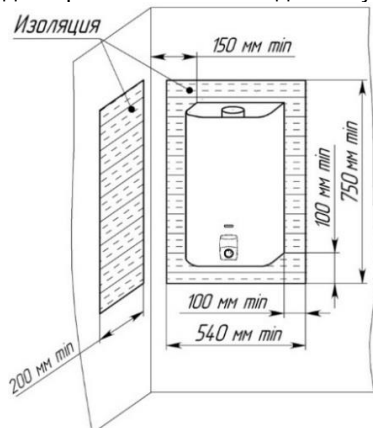

Рисунок 4. Установка водонагревателя на трудносгораемых стенах
7.1.6. Допускается установка водонагревателя на трудносгораемых стенах при условии изоляции стены оцинкованным листом толщиной 0,8...1 мм по листу базальтового теплоизоляционного картона БТК толщиной 3...5 мм. Изоляция стены должна выступать за габариты корпуса водонагревателя не менее чем на 100 мм с каждой стороны (рис. 4). Расстояние от боковых поверхностей водонагревателя до трудносгораемых стен без применения изоляции должно быть не менее 250 мм. При уменьшении указанного расстояния до 150 мм необходима установка теплоизоляции (обивка стен оцинкованным листом по листу теплоизоляционного материала). При установке водонагревателя на несгораемых стенах устройство изоляции не требуется.